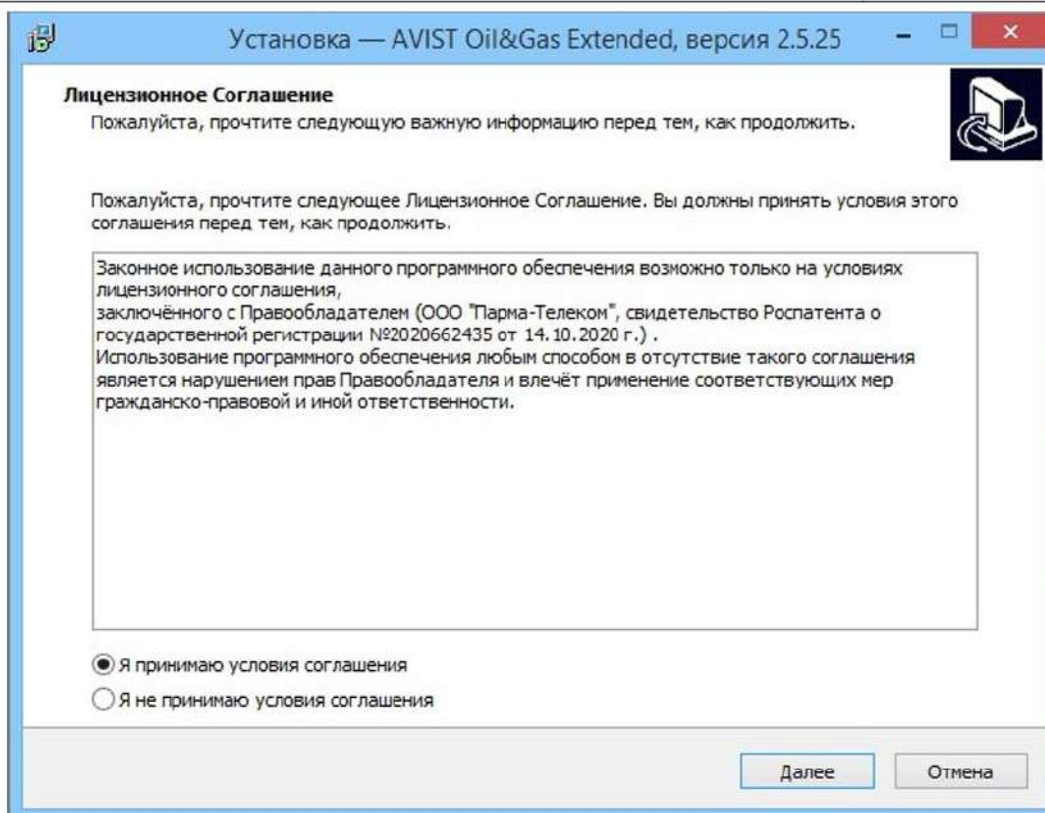

Рисунок 48 - Лицензионное Соглашение
- 3) В открывшемся окне инсталлятора прописано Лицензионное Соглашение, с которым необходимо ознакомиться и принять условия соглашения, отметив «Я принимаю условия соглашения» и нажать кнопку «Далее» (Рисунок 48).